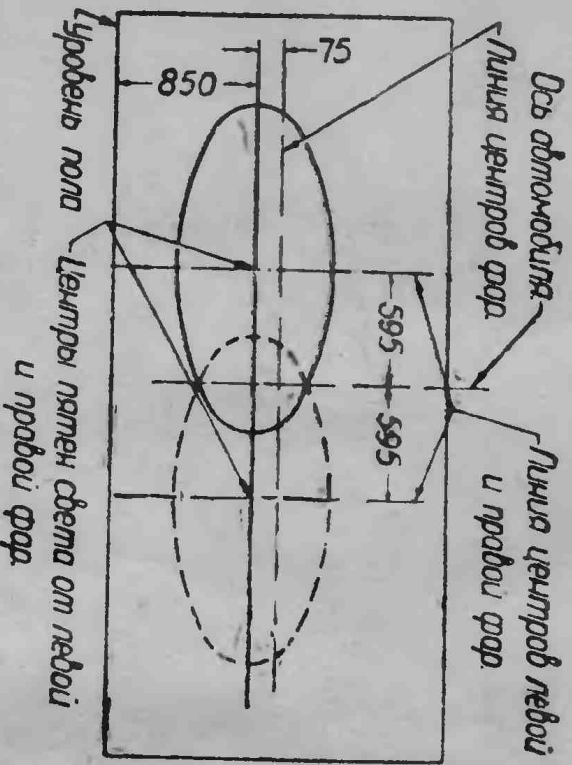

Рис. 44. Экран для регулировки фар.
3. Включить дальний свет, и, закрыв одну из фар, установить другую фаровым и верхним винтами так, чтобы световое пятно на стене расположилось, как указано на рис. 44.